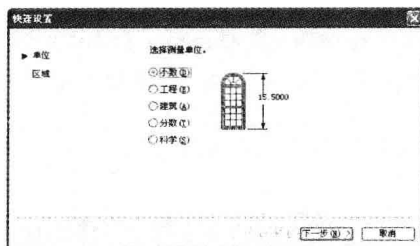

图1-9 “快速设置-单位”对话框
⑥ 单击“确定”按钮，即可打开“快速设置 - 单位”对话框，在其中选择测量的单位，包括小数、工程、建筑、分数、科学，如图 1-9 所示。